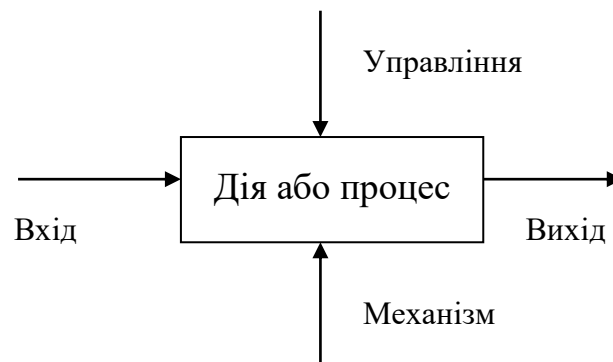

Рисунок 3.1 – Контекстна діаграма процесу
2. Розробити контекстну діаграму. Контекстна діаграма наведена на рис. 3.1.